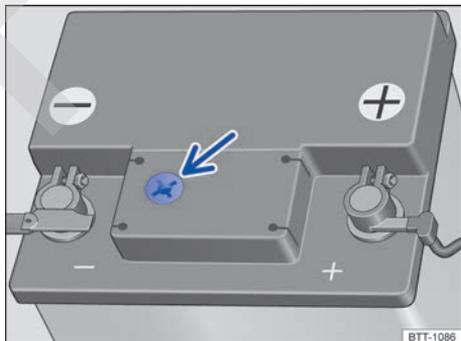

Fig. 205 Representación esquemática: mirilla en la parte superior de la batería de 12 voltios.
- Procure disponer de buena iluminación para poder distinguir bien el indicador de color en la mirilla redonda de la parte superior de la batería de 12 voltios → fig. 205 (flecha). No utilice nunca una llama desprotegida u objetos incandescentes para alumbrarse.